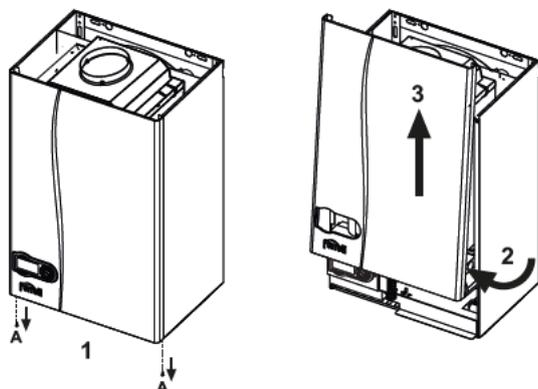

fig. 22 - Deschiderea carcasei
1. Deșurubați șuruburile A (vezi fig. 22).
2. Rotați carcasa (vezi fig. 22).